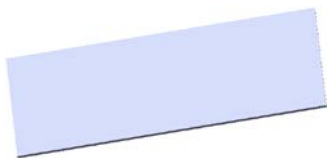
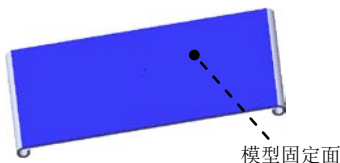

图 5.4 展开 1
图 5.5 模型固定面
Step3. 创建图 5.4 所示的钣金特征——展开 1。
(1) 选择命令。选择下拉菜单 **插入(I)** → **钣金(H)** →  **展开(U)...** 命令 (或单击“钣金”工具栏上的“展开”按钮 ), 系统弹出“展开”对话框。
(2) 定义固定面。选取如图 5.5 所示的模型表面为固定面。
(3) 定义展开的折弯特征。在“展开”对话框中单击 **收集所有折弯(A)** 按钮, 系统将模型中所有可展平的折弯特征显示在 **要展开的折弯:** 列表框中。
(4) 单击  按钮, 完成展开 1 的创建。